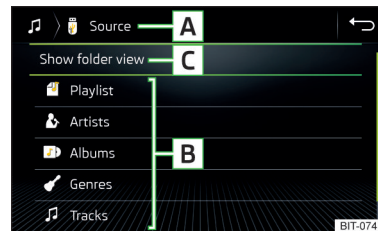
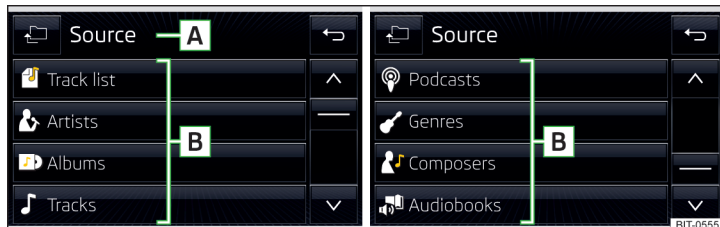

Fig. 156
Fig. 157 **Swing: Baza de date Multimedia**
**Baza de date Multimedia** » fig. 156, respectiv » fig. 157